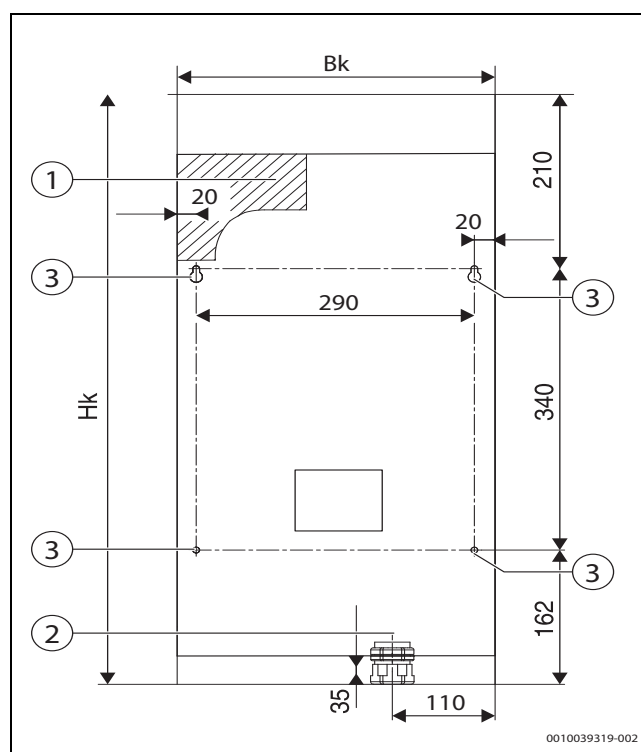

Bild 8 Abmessungen der Bohrungen für das Befestigen des Heizgeräts an der Wand und für das Versorgungskabel beim Heizgerät Logamax E156 4-12 kW
- Positionen der Bohrlöcher für die Montageplatte anzeichnen. Für das Befestigen können Sie die beigelegte Schablone verwenden (→ Bild 8, Seite 13, [1])